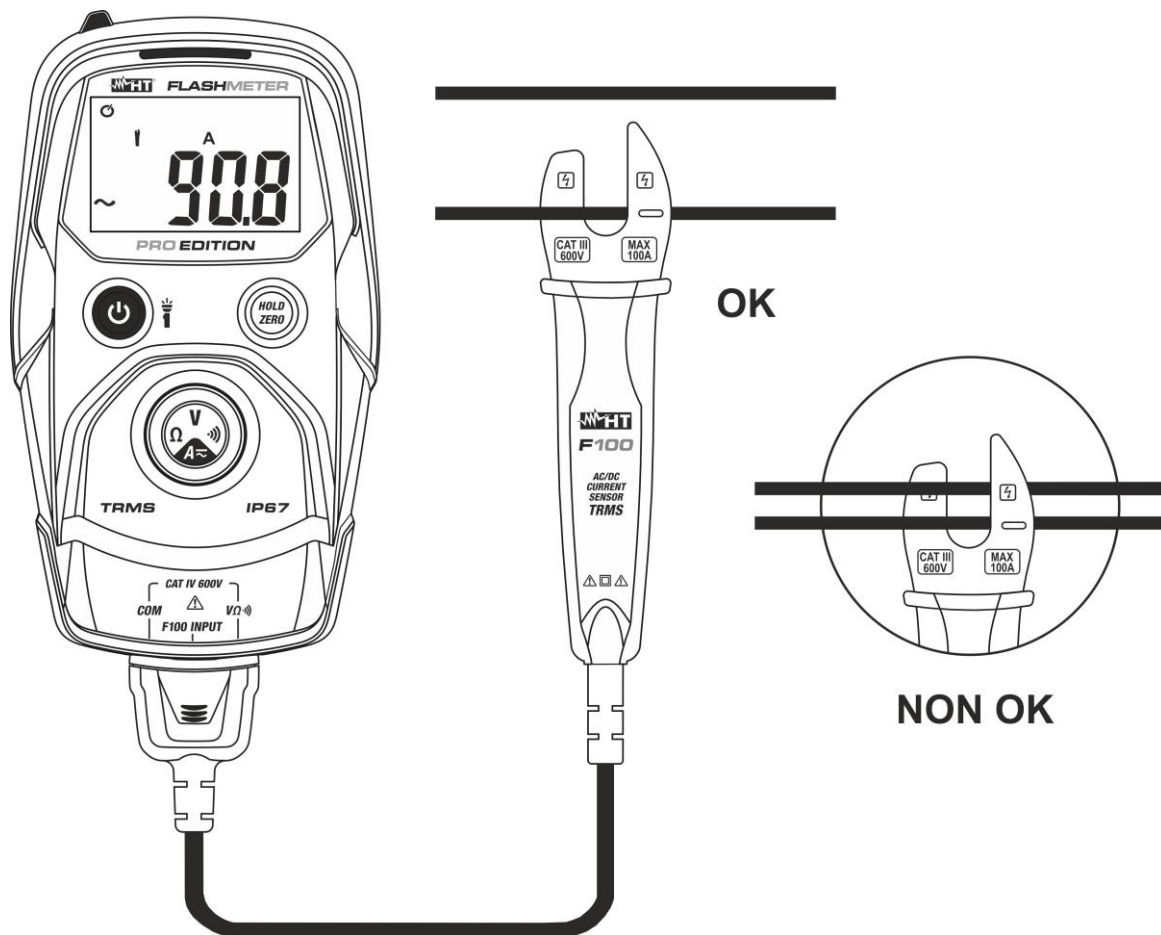

Fig. 7: Uso dello strumento per misura di Corrente AC/DC
4. Collegare la pinza F100 sul conduttore in prova (vedere Fig. 7) facendo attenzione al simbolo freccia " $\rightarrow$ " presente all'interno del toroide ad indicare il verso positivo della corrente e posizionandolo al centro dello stesso al fine di ottenere un risultato di misura accurato. Il valore della corrente è visualizzato a display
5. La visualizzazione del simbolo "-" sul display dello strumento indica che la corrente ha verso opposto rispetto alla connessione di Fig. 7